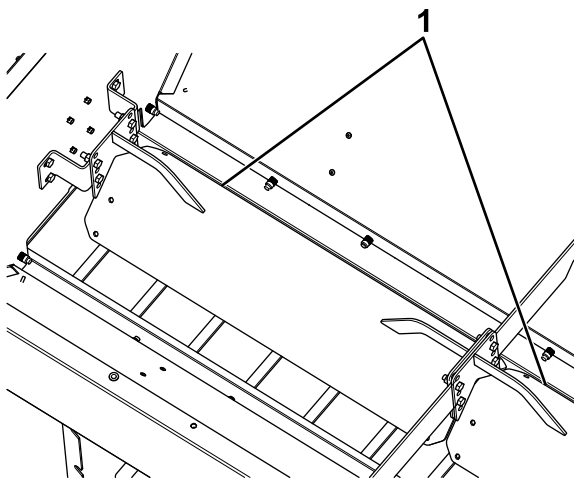

Figure 22
4. Retirez les fixations qui retiennent le déflecteur à l'intérieur de l'épandeur (Figure 22).
- Montez ou descendez le déflecteur à la hauteur voulue et fixez-le avec les fixations retirées précédemment (Figure 22).